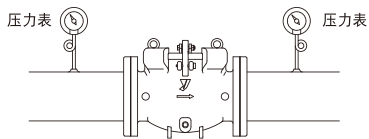

图 1
1. 在过滤器的前后安装压力表, 可根据压差监测过滤器是否堵塞。(图 1)